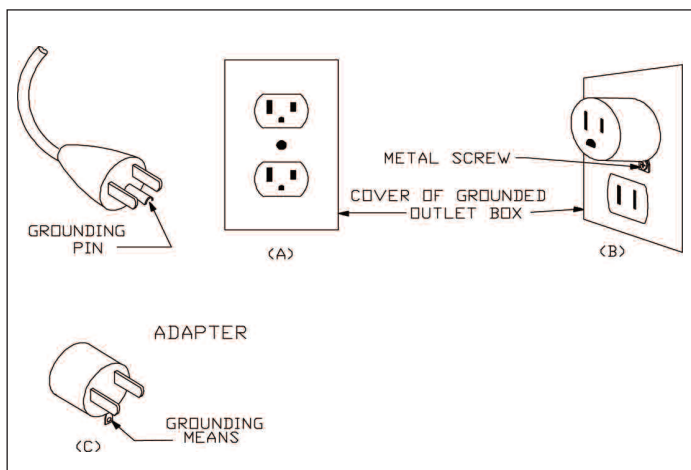

Figure 3
1. Les chauffages sont fournis avec un cordon flexible avec une prise à 2 lames de mise à la terre (comme indiqué en A sur la Figure 3) et un interrupteur intégré ON / OFF. Cet appareil est conçu uniquement pour 120 V AC.
2. Un adaptateur indiqué en C sur la Figure 3 est disponible pour connecter des prises triphasées de mise à la terre à des prises à deux emplacements.